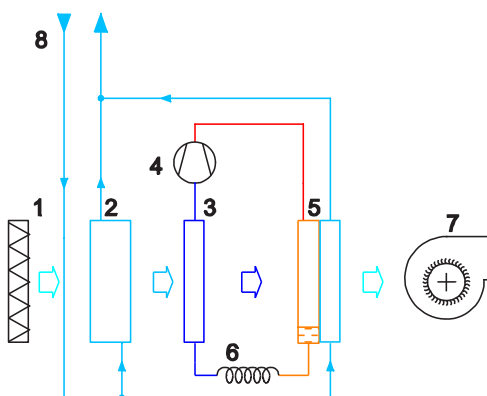

Fig. 1 Schema del deumidificatore DCS26 L
In fig. 1 è schematizzato il funzionamento, denominato ad aria neutra. L'aria, filtrata attraverso la sezione filtrante (1), subisce un preraffreddamento tramite lo scambiatore ad acqua refrigerata (2) proveniente dal collettore dell'impianto radiante(8). L'utilizzo dell'acqua refrigerata per preraffreddare l'aria è fondamentale per l'efficienza del processo, perché in questo modo è possibile rendere minimo l'impegno di potenza elettrica del compressore frigorifero (4).